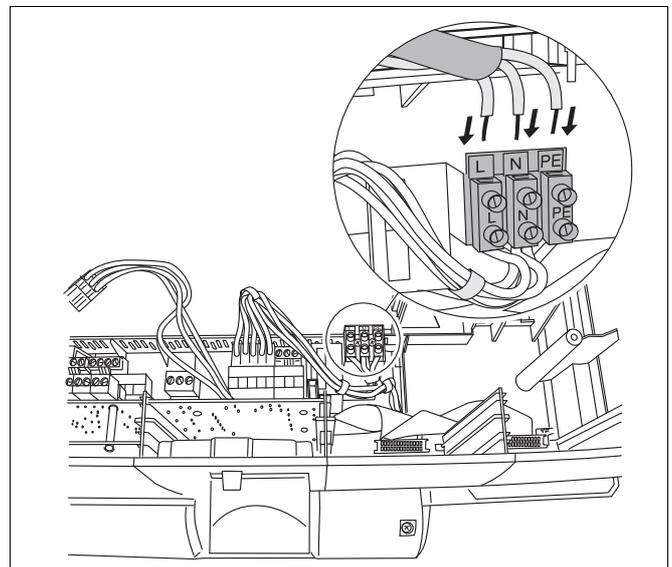

Рис. 7 Подключение к электросети
- Зачистите изоляцию на сетевом проводе и присоедините его к 3-полюсной клеммной колодке (→ рис. 7).